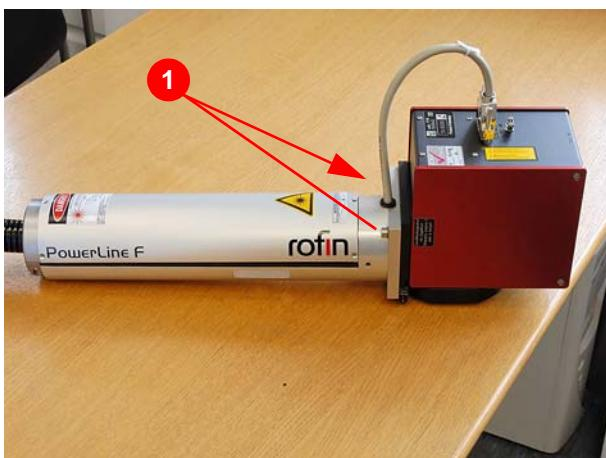

Abbildung 6.3 Galvokopf demontieren
2. Befestigungsschrauben (1) (Abbildung 6.3) lösen.